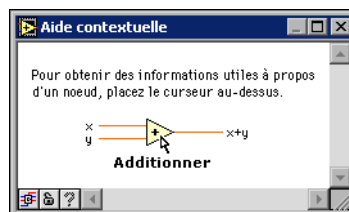

Figure 2-2. Fenêtre d'Aide contextuelle
5. Si la fenêtre d'**Aide contextuelle**, représentée dans la figure 2-2, n'apparaît pas, sélectionnez **Aide»Aide contextuelle** pour l'afficher.